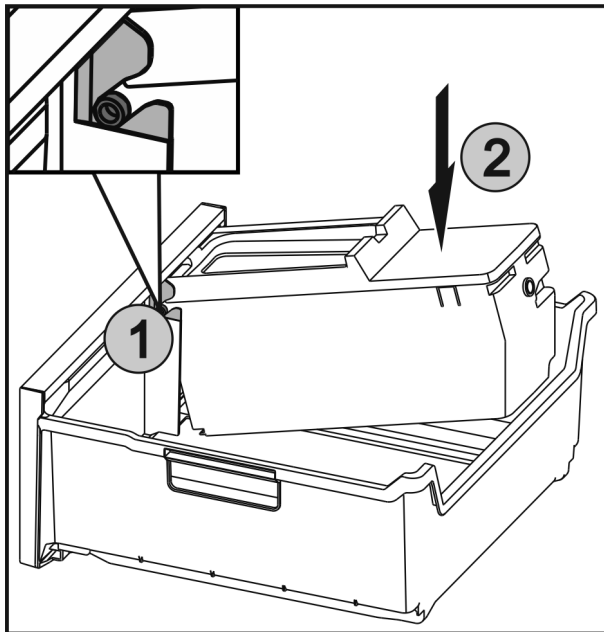

Fig. 53
- ▶ Вставити осі Fig. 53 (1) на EasyTwist-Ice у напрямні та натискати на задню сторону Fig. 53 (2) до фіксації накладки.